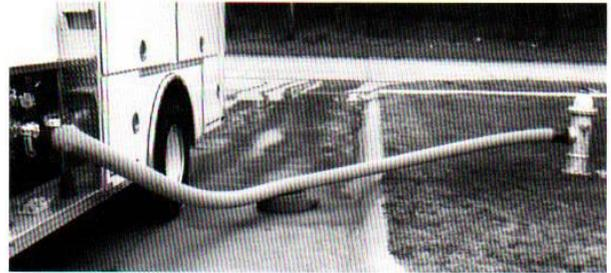

Figura 12.6 Los dispositivos de protección evitan que la manguera resulte dañada por las vibraciones del vehículo y la fricción sobre el pavimento.
- Use dispositivos de protección para mangueras para evitar la abrasión de la manguera cuando vibra cerca del autobomba (véase la figura 12.6).